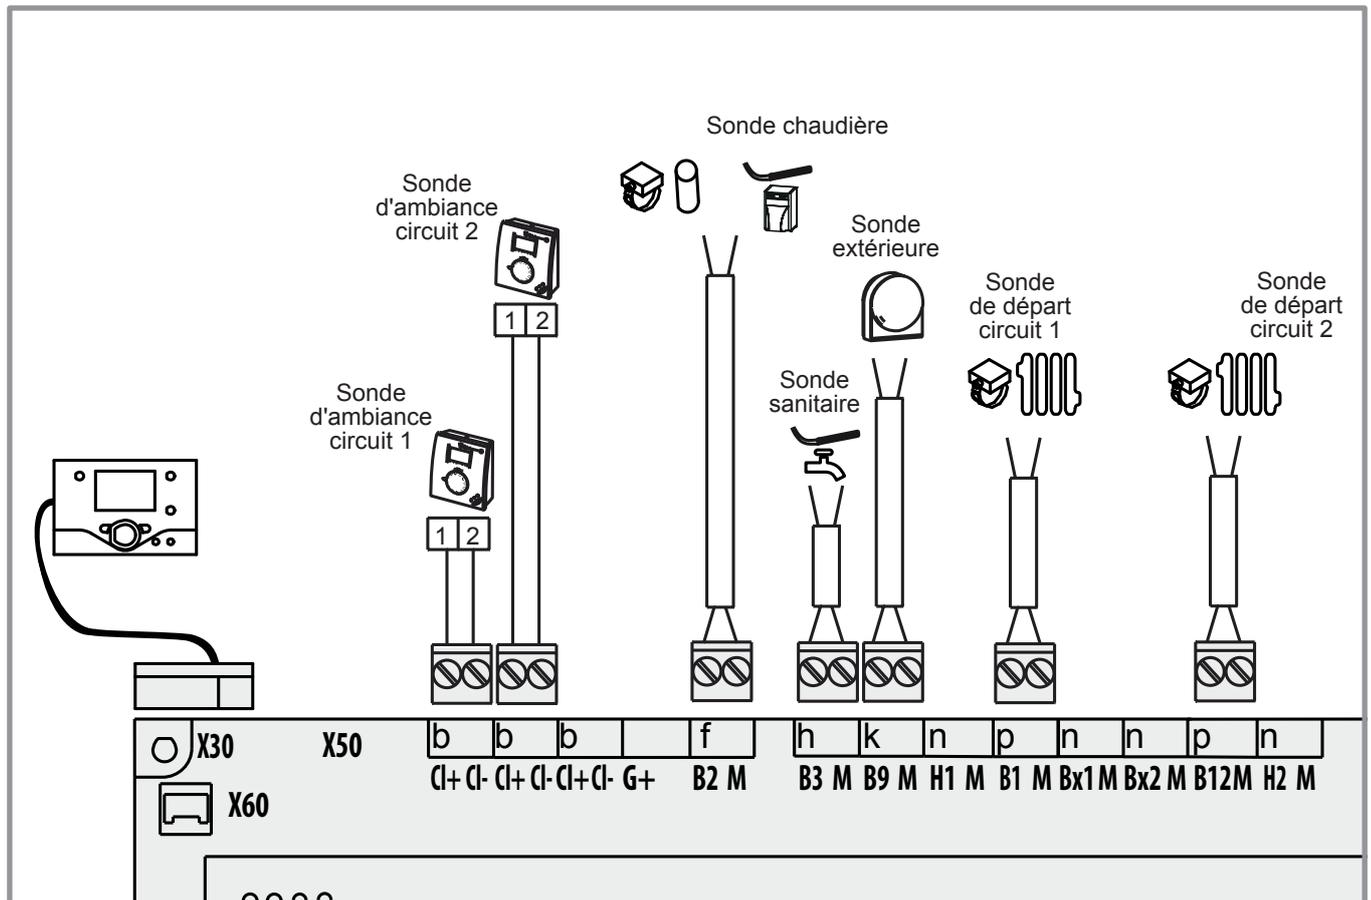

figure 7 - Raccordements des sondes
- Raccorder la sonde d'ambiance sur l'une des bornes **CL+** et **CL-** (voir figure 7).
- Raccorder les sondes d'ambiance sur les bornes **CL+** et **CL-** (voir figure 7).
- Raccorder la sonde extérieure aux bornes **M** et **B9** (voir figure 7).
- Raccorder la sonde sanitaire aux bornes **M** et **B3** (voir figure 7).
- Raccorder la sonde de départ aux bornes **M** et **B1** (voir figure 7).
- Raccorder la sonde de départ circuit 2 aux bornes **M** et **B12** (voir figure 7).
- Raccorder la sonde chaudière aux bornes **M** et **B2** (voir figure 7).